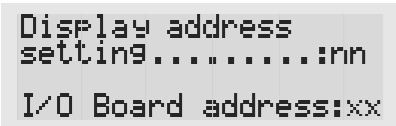

Fig. 3
手操器地址只能在电源接通后才能设置，使用RJ12电话型接口（工厂默认值32）。要进入配置模式，同时按压↑↓键（所有型号的图形显示手操器中都有这三个按键）至少5秒钟；显示屏将显示如图3的界面，光标会在显示屏的左上角闪烁。
- 按下↓键直到光标移动到xx区域（I/O地址），如图3；
To access configuration mode, press the ↑↓ buttons (present on all versions) together and hold them for at least 5 seconds; the screen shown in Fig. 3 will be displayed, with the cursor flashing in the top left corner:
- press the ↓ button until the cursor moves to the field xx (I/O board address) Fig. 3;